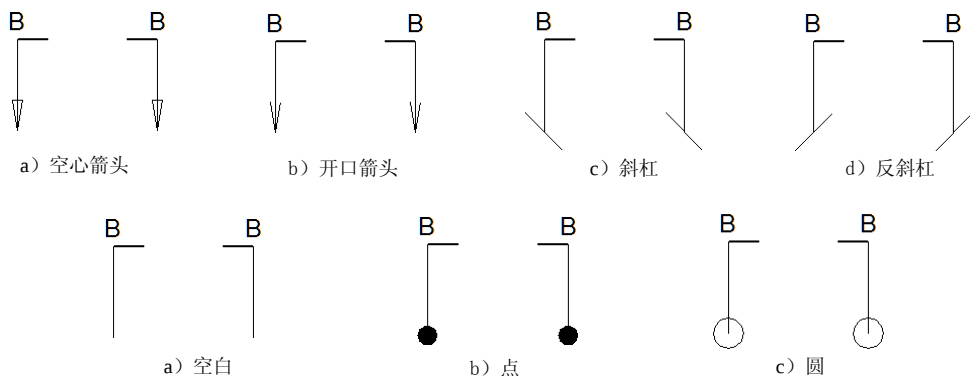

图 4.5.3 末端符号
- ☒ **类型(T):** 在该下拉列表中选择符号的类型，图 4.5.3 所示显示了不同符号的样式。